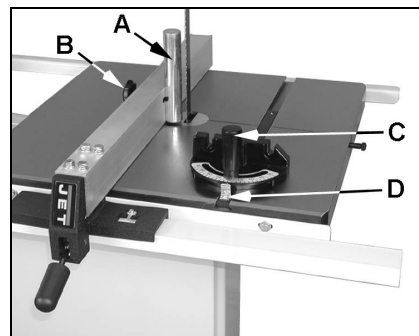

Fig 6
Monter la butée (A, Fig 6) avec la vis de la poignée étoile (B) à la hauteur de la denture de la lame de scie